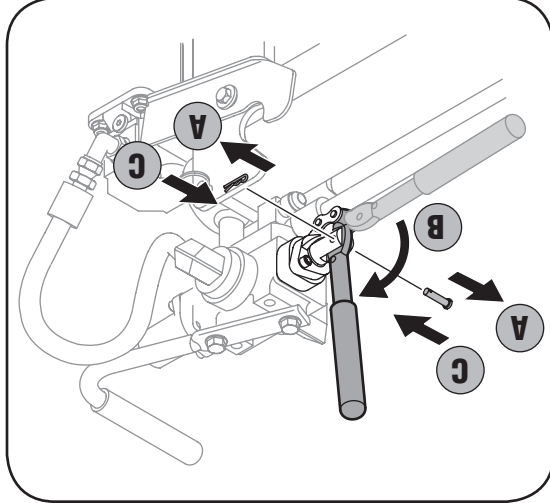

Figure 3-3
8. a. Enlevez l'axe de chape et la goupille-épingle. Voir la Figure 3-3.